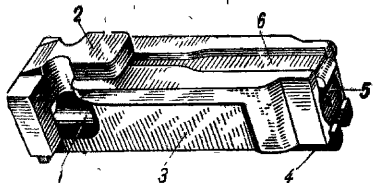

Рис. 16. Остов затвора:
**Остов затвора** (рис. 16) имеет: на переднем срезе — чашечку с венчиком для шляпки патрона и отверстие для выхода бойка ударника; снизу, в передней части, — паз для выбрасывателя и его пружины; снизу сзади — выступ для соединения с рамой; сверху — досылатель с наклонным пазом для отражателя. С обеих сторон остова имеются выемы для боевых упоров и вырезы для выхода утолщённой части ударника.